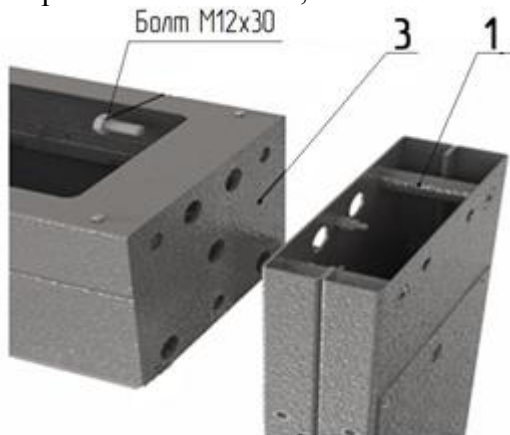
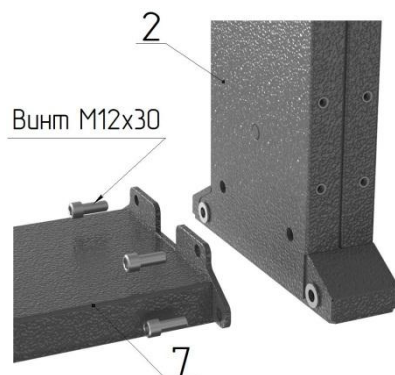

Рис. 1
Рис. 2
6.2.1. Сборка турникета (рис. 1, 2, 3);
- положите на пол на боковую плоскость раму привода **3** (рис. 1), (предварительно постелив лист картона), рядом аналогично положите стойку крыла прохода **1** и **2**; состыкуйте указанные элементы друг с другом присоединительными элементами и закрутите по три болта М12 с каждой стороны; поставьте собранный портал вертикально на месте установки турникета; закрепите к стойке крыла прохода **2** напольную плиту **7** (рис.2) четырьмя винтами М12;